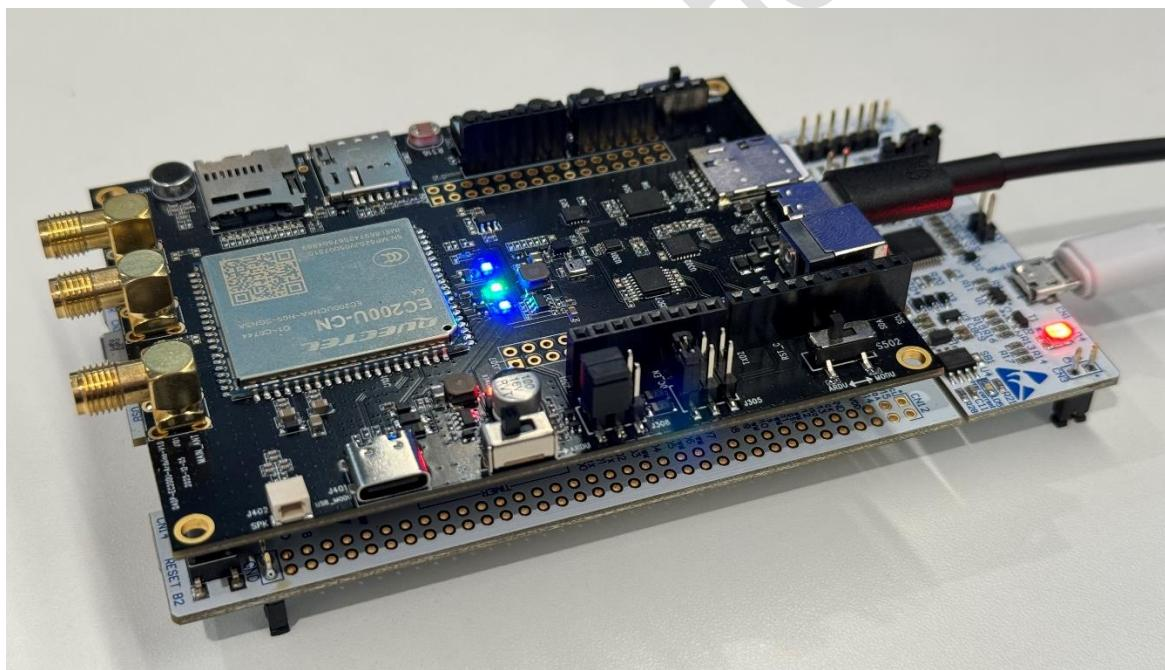

图 4：组装开发板
- **方向：**确保 UniKnect Gen1-PRO 的 ⑦ DC5V 电源输入端口，与 NUCLEO-F413ZH 的 ② 调试器 ST-LINK/V2-1 朝向同一方向。
- **对齐：**将 UniKnect Gen1-PRO 的 ⑩ 与 NUCLEO-F413ZH 的 ⑥ Arduino UNO 标准接口（外侧接口），排针与排母间 Pin-to-Pin 精准对齐。
- **上电：**确保所有插针可靠接触后，即可上电。为确保 UniKnect Gen1-PRO 板载 4G 模组供电充足，需要接 Type-C 线供电，必要时还可再接入 DC5V 电源适配器；NUCLEO-F413ZH 则需要连接 ST-LINK/V2-1 侧 MicroUSB 数据线，用于烧录固件和调试。如图 4 所示。